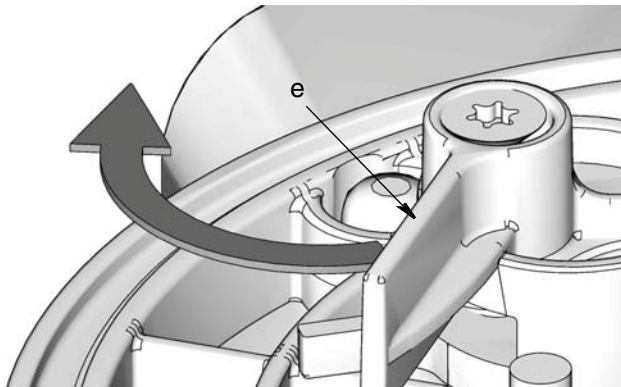

FIG. 14
le levier de bas niveau à sa position de sortie entière pendant l'installation du levier de commande (FIG. 14).
a. Vérifier que le levier de bas niveau (e) est en position complètement sortie comme indiqué sur la FIG. 14.